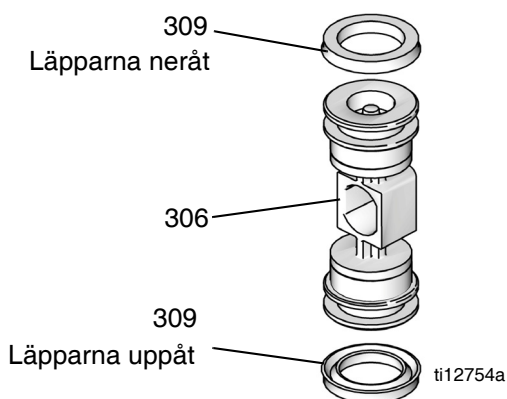

FIG. 6: Installation av packbox till luftventil
1. Smörj spärrkammen (307) och installera i huset.
2. Se FIG. 6. Smörj packboxarna (309) och installera på kolven (306) med läpparna riktade mot mitten av kolven.